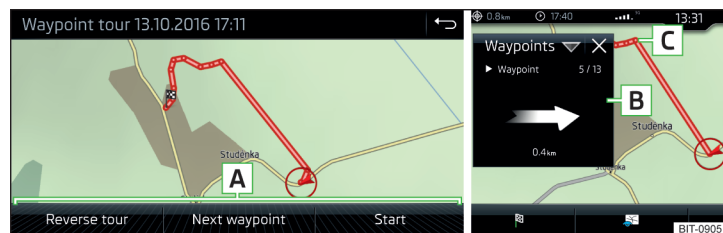

Fig. 231 Visualización de un itinerario de los puntos recorridos / Recorrer un itinerario de los puntos recorridos
- Seleccionar uno de los siguientes menús **A** » fig. 231.
Durante el recorrido de un itinerario de los puntos recorridos aparece en la ventana adicional **Puntos del recorrido** la visualización de la dirección, así como la distancia hacia el próximo punto recorrido, el número continuo del próximo punto recorrido, y la cantidad total de los puntos recorridos **B** » fig. 231.
“Se” “reduce” sucesivamente el itinerario de los puntos recorridos de la posición del vehículo hacia el próximo punto recorrido **C** » fig. 231.
- Visualización del itinerario de los puntos recorridos » fig. 231 de la pág. 204 ➤